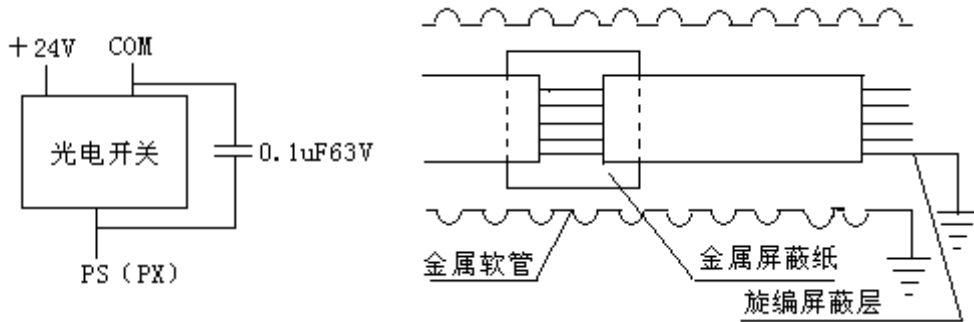

图 7.9 电容连接示意图
- ① 将安装孔周围阴影部位油漆全部括去，使光电开关金属外壳通过螺栓、支架、轿顶接地良好；如果括去油漆后在安装螺栓下面压一根接地线，连到轿顶接线箱接地桩头上，效果更佳；
- ② 光电开关最好用屏蔽线缆连到轿顶接线箱，并且将屏蔽层接地；
- ③ 光电开关最好用常开开关，可大大降低光电开关本身受干扰的程度。
- ④ 如果运行时光电开关有闪烁现象而导致电梯运行或平层有所异常，可能是受干扰，这时可在光电开关的 COM 与 PS（或 PX）之间连接一个 $0.1 \mu\text{F} 63\text{V}$ 的电容。（见下图 7.9）